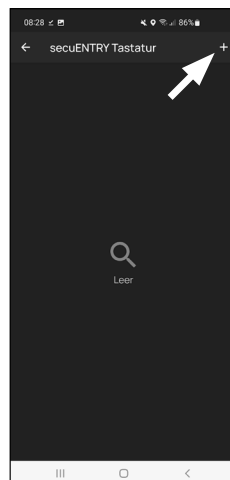

Fig. 6
- 8 La pantalla mostrará los teclados ya asignados. Cuando se configure por primera vez, la lista estará vacía. Para conectar un teclado, pulse en «+» en la parte superior derecha. (Fig. 6).